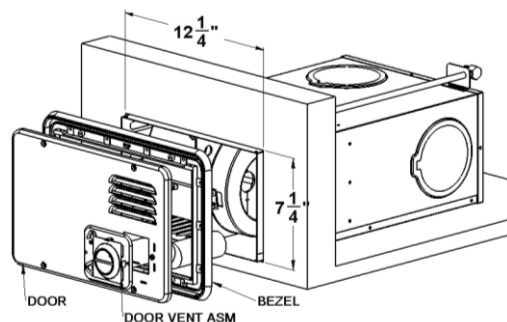

**Figure 2**
1. Localisez où le trou du conduit sera placé, consultez la figure 2.